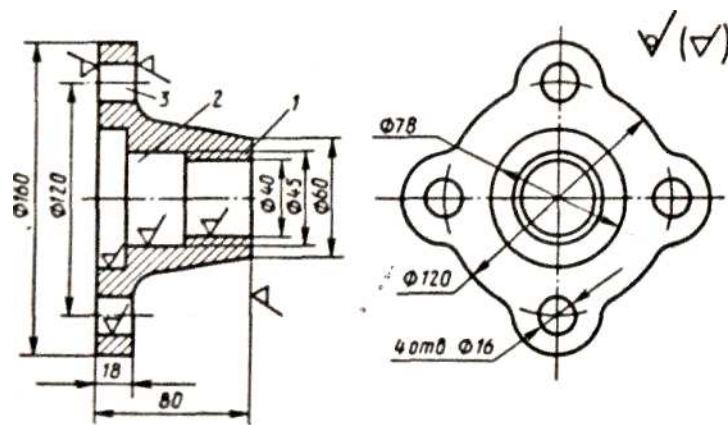

Рис. 7
2.По эскизу детали (рис. 7) разработайте эскизы: элементов литейной формы, модели стержневого ящика, собранной литейной формы (в разрезе). Опишите последовательность изготовления литейной формы. Материал детали - сталь 35 Л